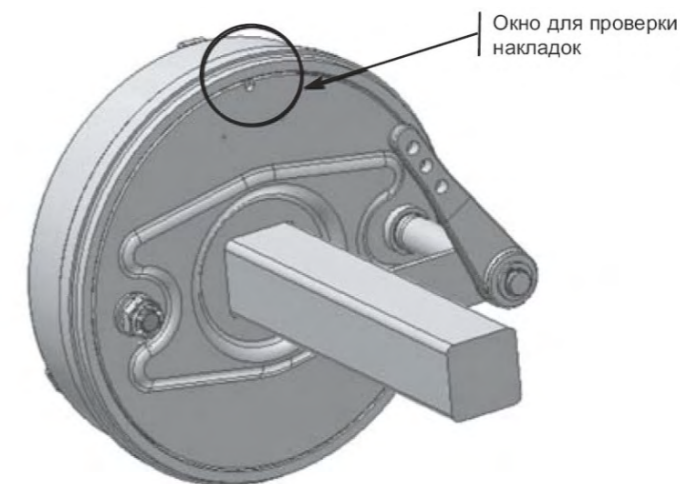

Рис. 6
- проверьте люфт и износ тормозов (проверка между накладками и барабаном) (Рис.6), можно предвидеть износ в тех случаях, когда ход штока тормозной камеры сильно возрос.